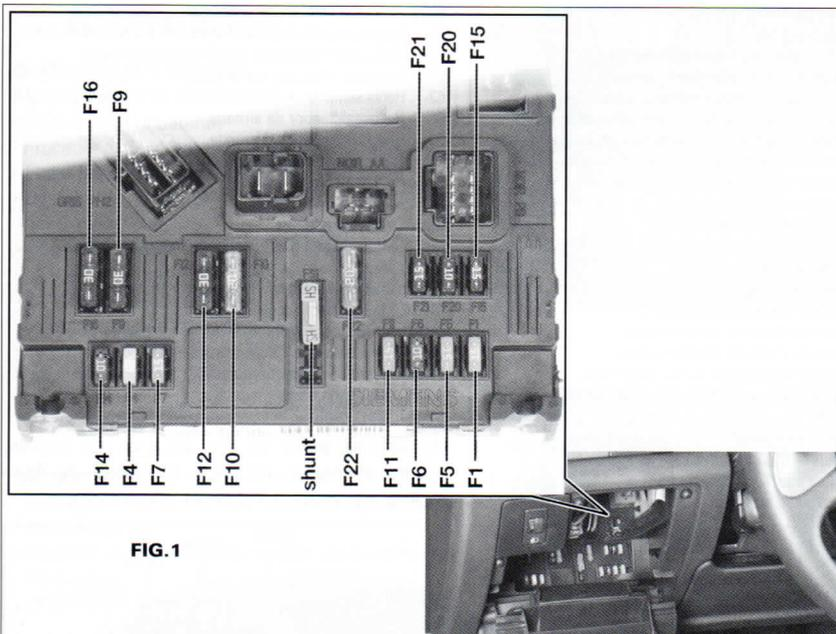

FIG. 1
- los fusibles de habitáculo se encuentran en la parte inferior izq. del salpicadero, detrás de una trampilla de acceso (fig. 1).
Correspondencia de los fusibles habitáculo (fig. 1)